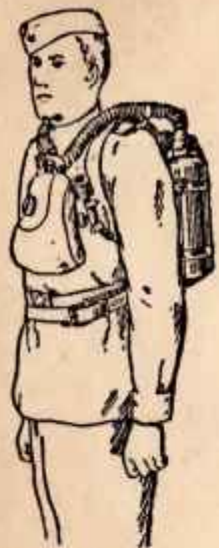

Рис. 25. Аппарат ИПСА в положении «наготове»
31. Для перевода аппарата в положение «наготове» (рис. 25) необходимо: